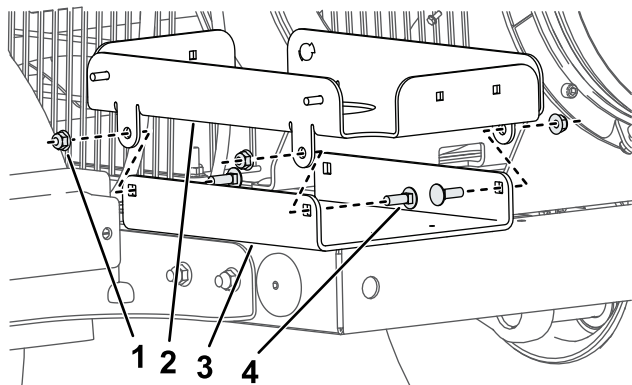

Figura 2
1. Retire a montagem existente do depósito de combustível e instale o novo depósito de 38 litros utilizando os quatro parafusos de carroçaria (5/16 pol.) e quatro porcas flangeadas (5/16 pol.) através dos furos no tabuleiro como se mostra na Figura 2.